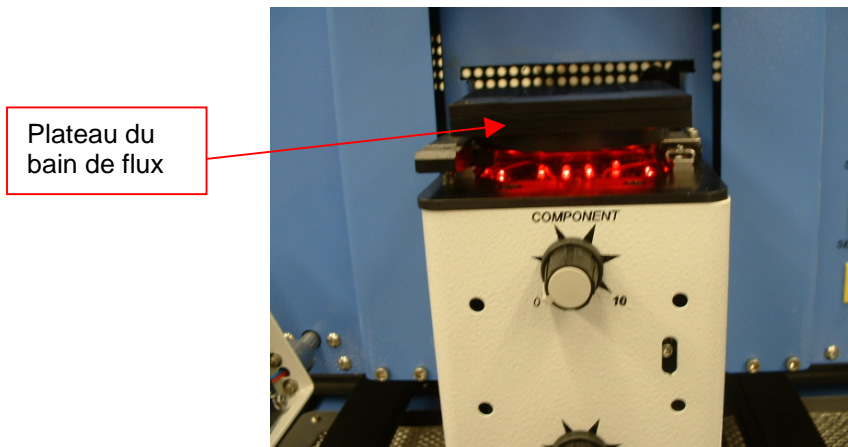

Figure 17b
- xii. Si un bain de flux a été choisi, retirer le boîtier du composant puis placer le plateau de flux déjà préparé sur la plaque. (Figure 17b). Cliquer avec la souris pour plonger les broches dans le bain puis retirer le bain de flux.